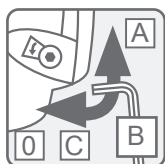

Abb. 42
**Bei einer A 1000 Filterkartusche** stellen Sie die Härte im Fenster auf „0“. Drehen Sie die Sechskantmutter mit einem Inbusschlüssel (Sechskantschlüssel) in Richtung des Pfeils im Fenster, bis „0“ erscheint (Abb. 42).
**Bei einer P 1000 oder P 3000-S Filterkartusche** bietet der Filterkopf drei Einstellungen für mittelhartes Wasser (A), hartes Wasser (B) und sehr hartes Wasser (C). Beachten Sie bitte die folgenden Anweisungen, um die richtige Einstellung für Ihr Wasser vor Ort zu finden. Testen Sie zunächst die Karbonathärte mit dem mitgelieferten Teststreifen.
Ändern Sie die Wasserhärteeinstellung Ihres Wassers. Verwenden Sie dafür einen Inbusschlüssel (4 mm). Drehen Sie den Schlüssel in Pfeilrichtung, bis „C“ im Fenster erscheint. Drehen Sie den Schlüssel gegen die Pfeilrichtung, bis „A“ im Fenster erscheint (Abb. 42).